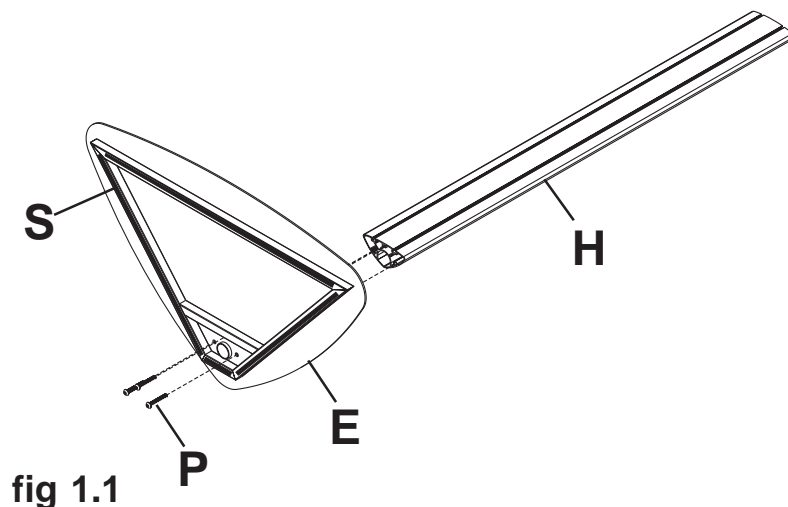

fig 1.1
- 1** Découpez le feutre adhésif (**S**) en quatre morceaux, comme illustré sur la figure 1.1 ci-dessous, et appliquez-les sur le dessous de la base (**E**).